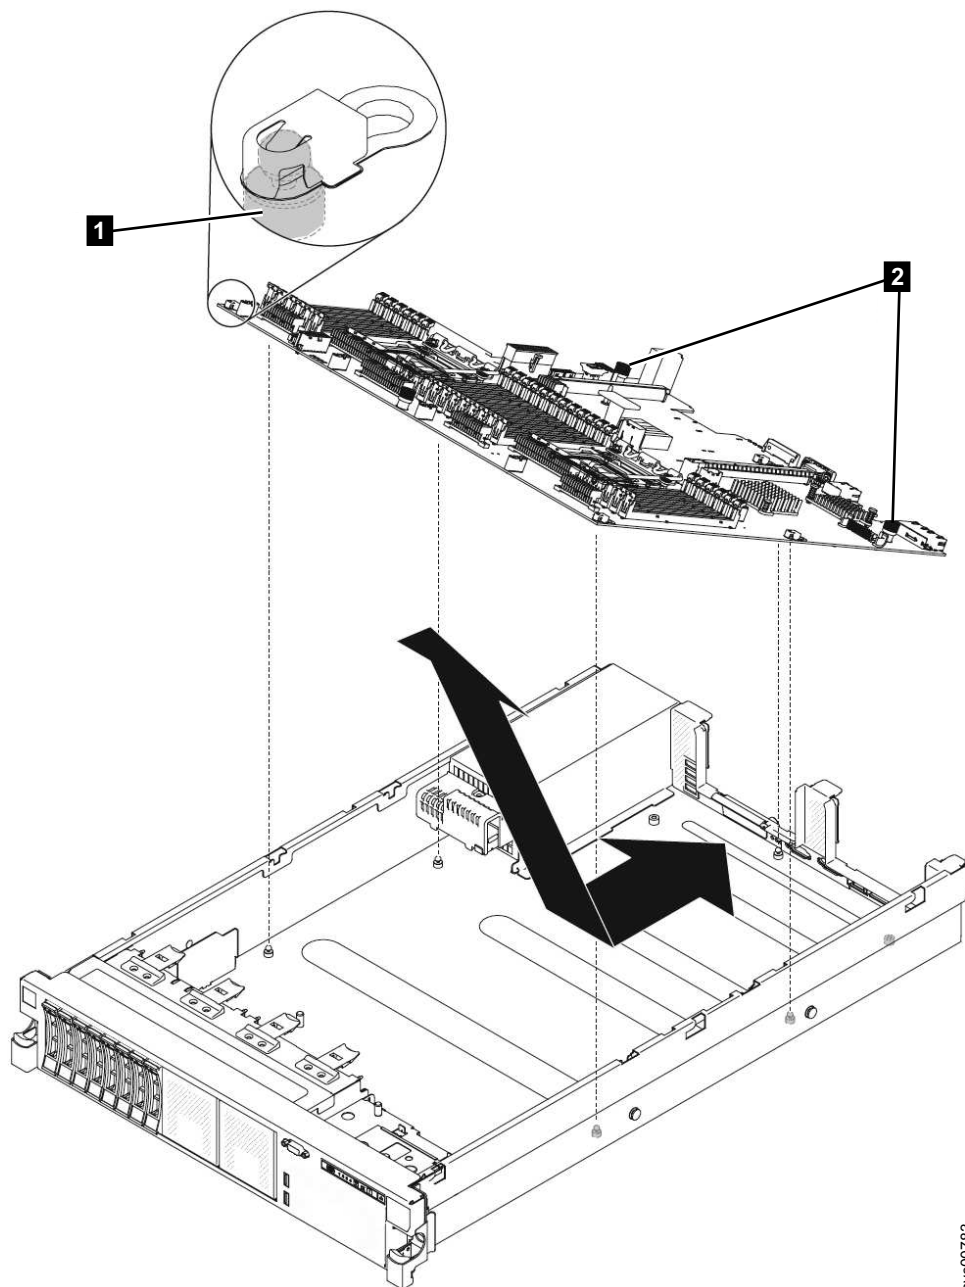

Figura 204. Removendo a placa-mãe do SAN Volume Controller 2145-DH8
15. Puxe e levante o pino e os parafusos de aperto manual em cada lado da placa-mãe, como mostrado no Figura 204.